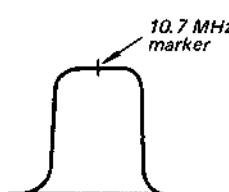

Fig. 3-4. Response curve
2. Die Kerne der FM-ZF-Filter (IFT F1, IFT F2, IFT F3) und des Ratio-Filters (IFT F4) abgleichen, bis die max. Amplitude erreicht ist (Fig. 3-4).